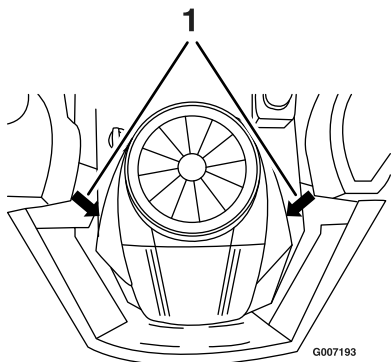

Figure 29
- Débranchez le fil de la bougie (Figure 29). Nettoyez la surface autour de la bougie pour éviter que des impuretés n'endommagent le moteur en tombant à l'intérieur.
3. Reconnectez le fil à la bougie (Figure 29).